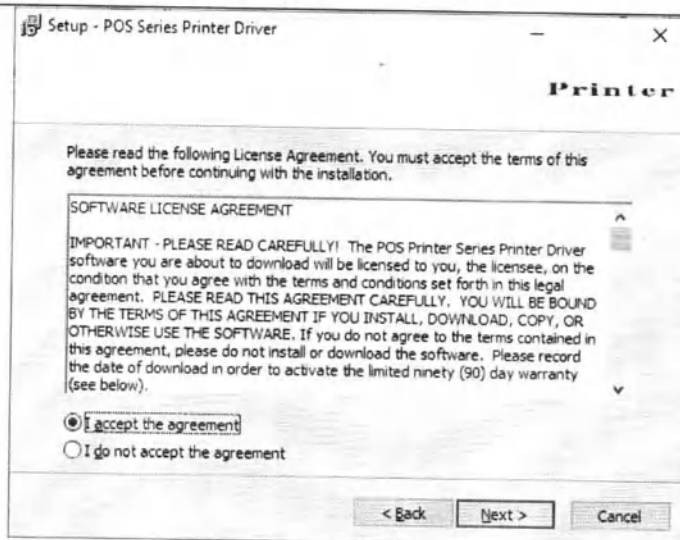

Рисунок 13
3. По необходимости прочтите лицензионное соглашение на установку драйвера, далее выберете «I accept the agreement», и нажмите «Next» (Рисунок 13).